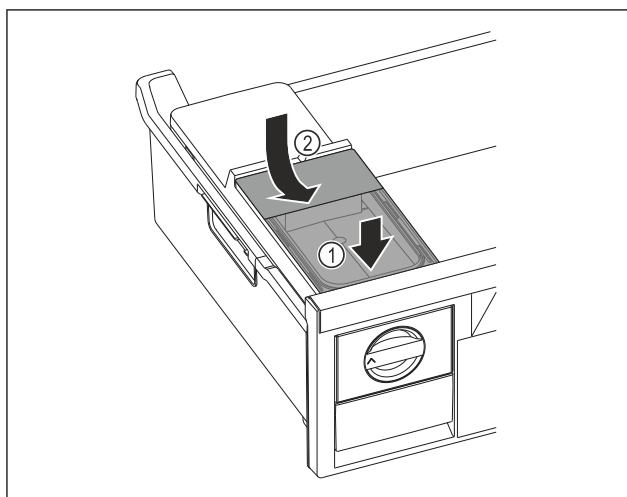

Fig. 72
- Sæt vandtanken i forfra. Fig. 72 (1)
- Sænk vandtank ned bagest. Fig. 72 (2)